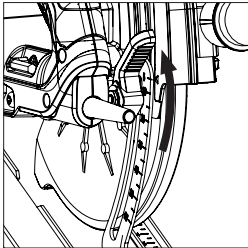

Fig. 10
**(12) AJUSTE DE LA PROFUNDIDAD DE CORTE**
- Afloje el mecanismo de bloqueo del ajuste de profundidad tirando de la palanca de funcionamiento hacia arriba. (Fig. 10) (CCSL mostrado. Todos los demás modelos son similares).